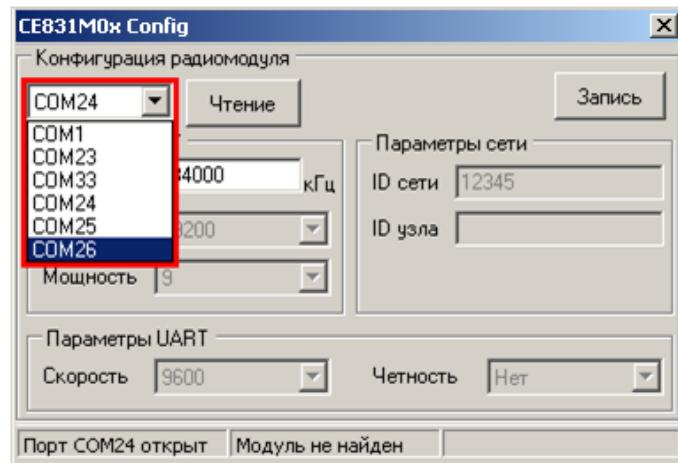

Рисунок 32 – Изменение номера используемого СОМ-порта
5.3.3.4.10 После выбора нового СОМ-порта необходимо дождаться сообщения в строке статуса (см. рисунок 32) о том, что открыт именно выбранный СОМ-порт (ожидание 1-3 сек.).